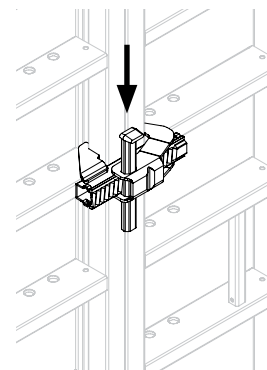

Fig. A5.03
5. Bloccare il cuneo (Fig. A5.03).